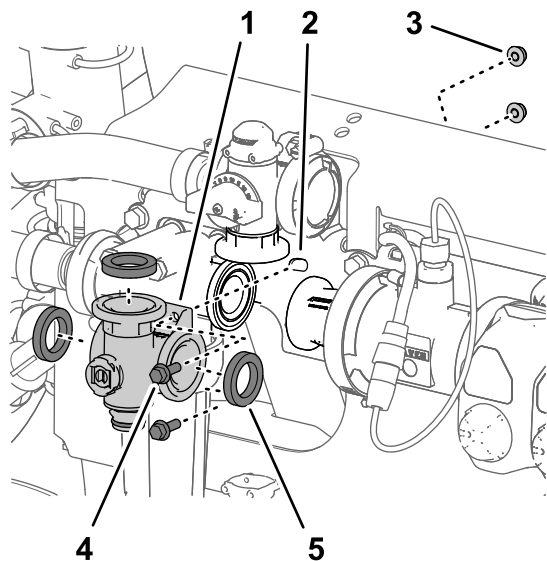
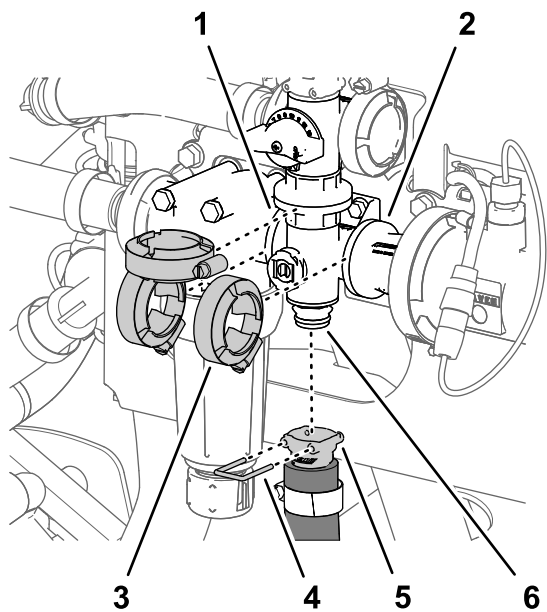

图 120
图 121
1. 将搅拌阀歧管凸缘、3 个垫片与搅拌旁通阀、压力式滤头和耦合适配器的凸缘对齐图 120 和图 121。
- 用在 拆下搅拌歧管阀 \(页码 63\) 中卸下的 3 个法兰夹具将搅拌阀歧管松松固定至搅拌旁通阀、压力式滤头和耦合适配器 图 121。
- 用手拧紧 3 个法兰夹具 图 121。
- 用快速连接销将搅拌软管的快速连接耦合器安装到搅拌阀歧管的快速连接接头上 图 121。